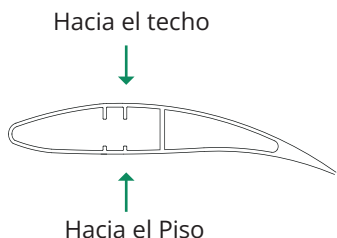
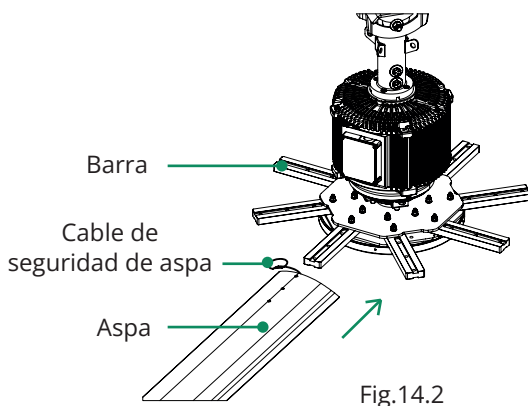

Fig.14.1
Fig.14.2
13.2 Mantener un ángulo de 90° entre cada cable, visto desde la parte inferior del ventilador como se muestra en la fig. 14.2
14.1 Instale cada aspa del ventilador deslizando lentamente sobre las ranuras de la barra, cuidando la orientación de esta (fig. 14.1) manteniendo afuera el cable de seguridad como en se muestra en la fig. 14.2